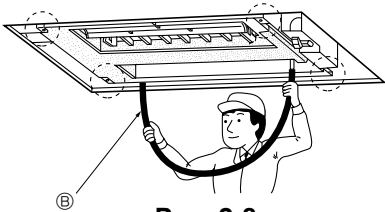

Рис. 2-8
4. Убедитесь в том, что все четыре угла располагаются на одном уровне, для этого воспользуйтесь строительным уровнем или прозрачной пластиковой трубкой, заполненной водой. (Рис. 2-8)